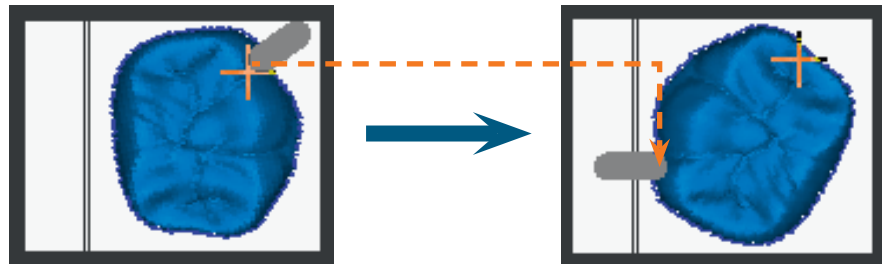

FIGURE 33:
- S 2.** Cliquer sur le point de jonction voulu pour la tige dans la vue de la pièce à usiner et maintenir la touche de la souris appuyée. Le point de jonction doit se trouver peu avant le bord externe du travail (☞ Figure 33, à gauche).
- DentalCAM montre un aperçu de la tige dans la vue de la pièce à usiner (☞ Figure 33, à gauche).
- DentalCAM fait pivoter l'objet de telle sorte que le point de jonction de la tige se trouve sur le côté du support de la pièce à usiner et positionne la tige du point de jonction sur le support de la pièce à usiner (☞ Figure 33, à droite).